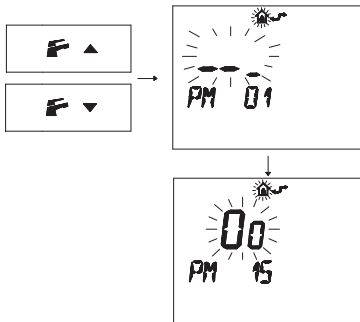

Figura 5.23
- Pulse los botones **F** ∇ o **F** \blacktriangle para visualizar la programación "PM15" de habilitación de la sonda externa (Figura 5.23).